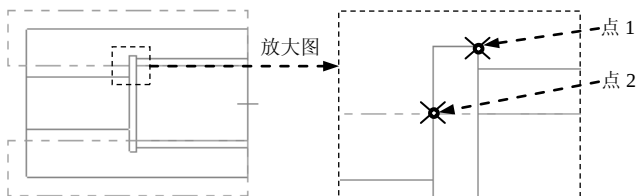

图 8.10.3 定义加工轮廓
Step2. 定义加工轮廓。在“径向车削选项”对话框中选中 2 点 单选项，单击 按钮，然后在图形区依次选择图 8.10.3 所示的两个点（直线的端点），然后按 **Enter** 键，系统弹出“车削径向车 属性”对话框。